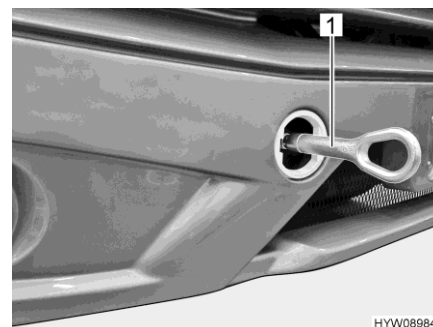

Bild 41 Bogserögla (monterad)
- Montera bogseröglan (Bild 41,1) enligt anvisningarna i bruksanvisningen till basfordonet.